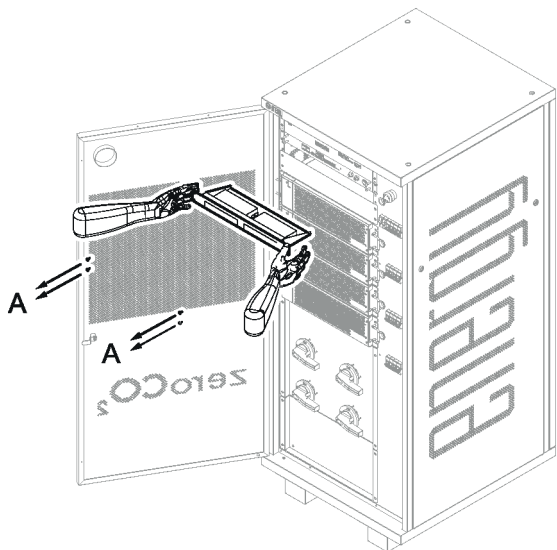

Fig. 7.12 - Sostituzione del modulo switch
- Svitare le 4x viti di fissaggio M5 (A, Fig. 7.12) dalla parte anteriore del modulo.